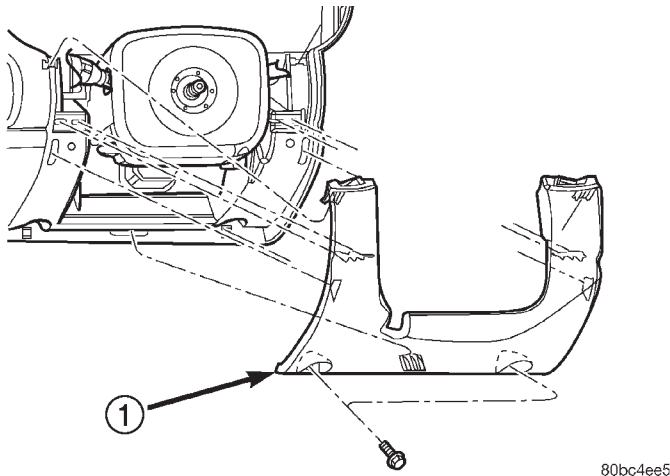

Fig. 277 Cubierta inferior de la columna de dirección
(1) Retire la cubierta inferior de la columna de dirección (Fig. 277).
(4) Instale la cubierta inferior de la columna de dirección (Fig. 277).